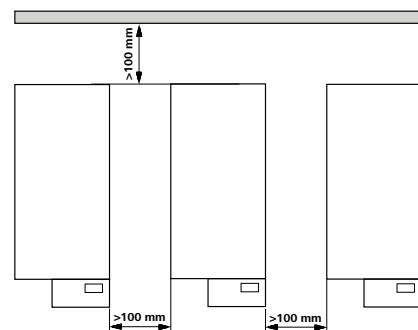

fig. 2
- Rispettare le distanze minime tra gli apparecchi, tra l'apparecchio e la parete e al di sopra della struttura (min. 800 mm), (vedere fig. 2).